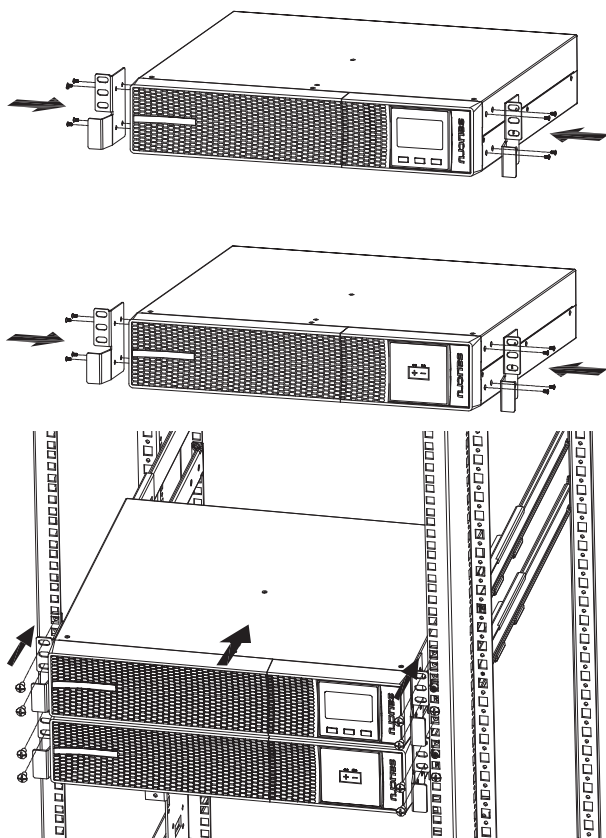

Abb. 5. Montage Typ Rack im 19"-Schrank mit Autonomieverweiterung (Batteriemodul).
- Folgendermaßen vorgehen (siehe Abb. 5):